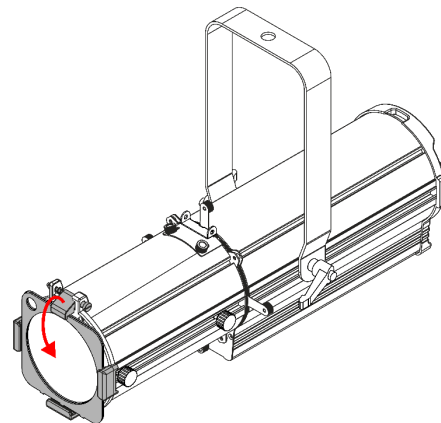

Fig. 14
- 04) Tirare la **clip della cornice cromatica (09)** verso il basso per sbloccare la **vite a molla (08)** (vedere la Fig. 14). La cornice cromatica viene bloccata in posizione.